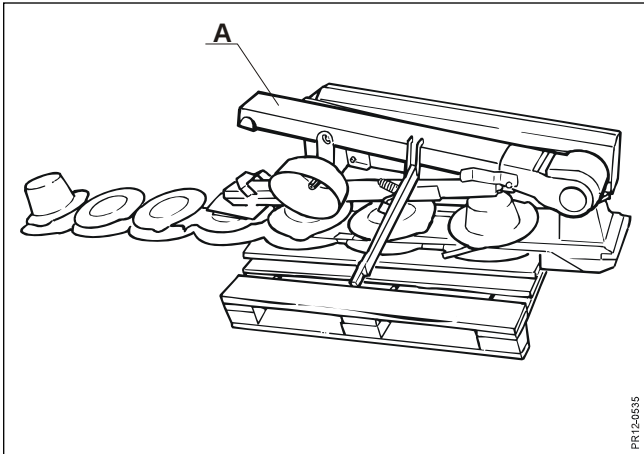

Fig. 1-1
- Fig. 1-1:** Alle løsdeler frigøres fra transportpakningen.